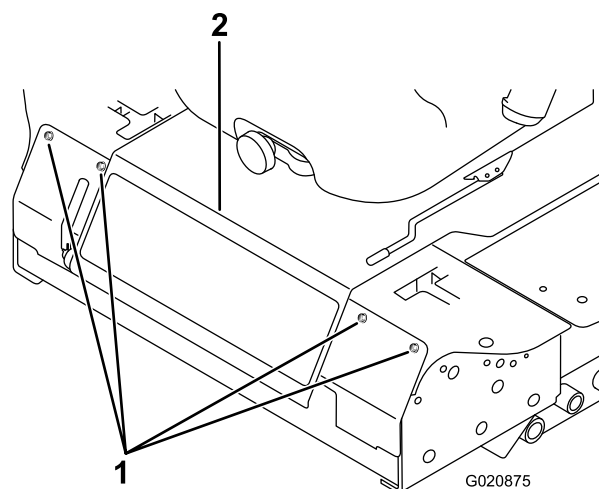

Figura 58
3. Togliete i bulloni che fissano il pannello anteriore, e rimuovete il pannello (Figura 58).